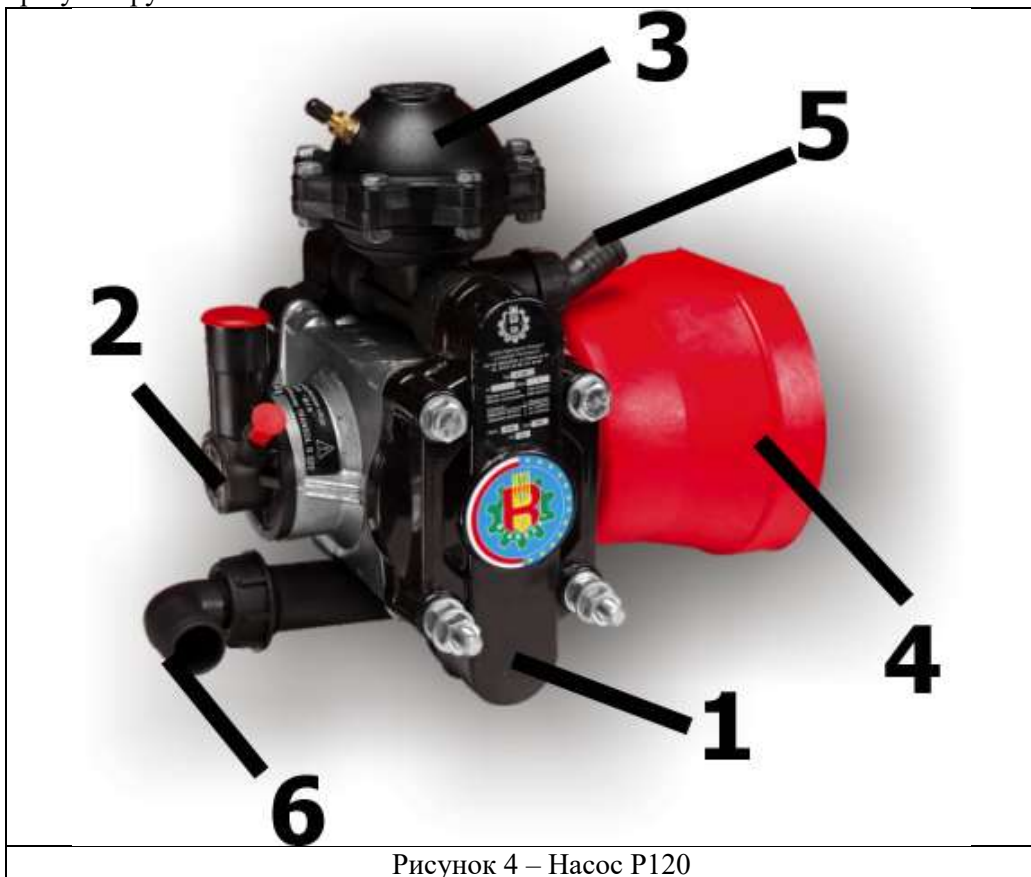

Рисунок 4 – Насос P120
3.5 Диафрагменно-поршневой насос (рисунок 4) предназначен для создания давления жидкости в системе. Основными частями насоса являются корпус 1 с расположенными внутри поршнем, уплотнениями и механизмом привода, крышка 2 с маслозаливной горловиной и щупом для контроля уровня масла, демпфер 3 с золотником для накачки воздуха, предназначенный для сглаживания колебаний давления в процессе работы насоса. Привод насоса осуществляется от ВОМ трактора через вал 4 с переходной втулкой. Выводы 5 и 6 служат для подвода жидкости из ёмкости к насосу и от насоса к регулятору.